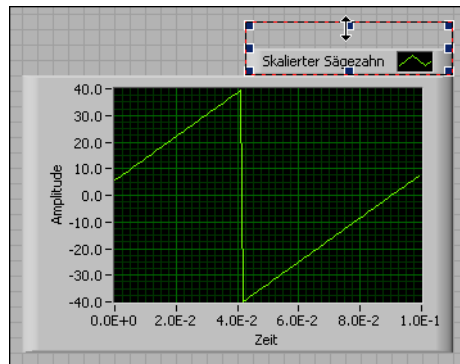

Abbildung 1-11. Aufziehen der Legende eines Graphen
- Ziehen Sie mit dem erscheinenden Doppelpfeil (vgl. Abbildung 1-11) den oberen Rahmen der Legende des Graphen nach oben, bis auch der Name der zweiten Kurve sichtbar wird.